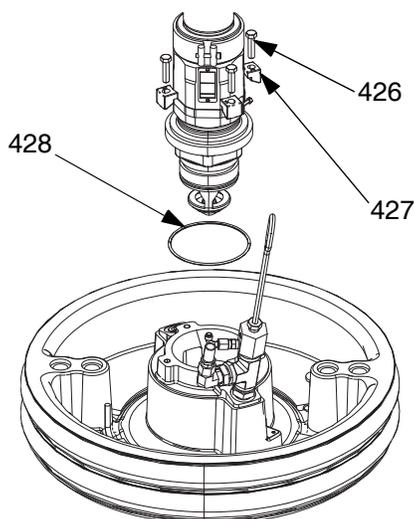

FIG. 35 : Kit de montage pour cylindre de 55 gallons
1. Placer le joint torique (428) du kit de montage sur le cylindre (AD). En cas de fixation au cylindre, placer le bas de pompe (AC) sur le cylindre (AD). Voir la FIG. 35.
2. Fixer la bride d'admission de la pompe sur le cylindre à l'aide des vis (426), des rondelles (425) et des clamps (427) compris dans le kit de montage 255392.